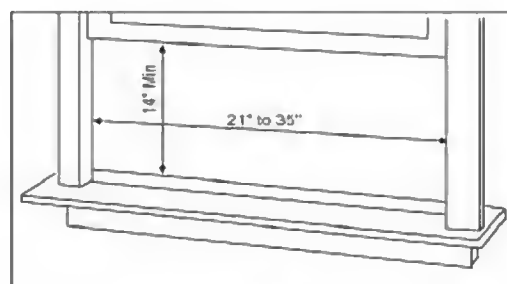

Fig. 1
1. Si el aire acondicionado tiene un gabinete de 17.7" de ancho, podrá colocarse en aberturas de ventanas de 21" a 35" de ancho. La altura mínima de abertura es de 14" desde la parte inferior del marco hasta el umbral (Fig. 1)